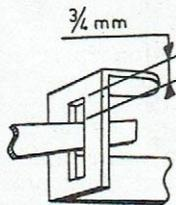

Fig. 6
Placer le bouton de commande en position 1 et vérifier que le jeu entre l'extrémité du levier et le haut de l'ouverture rectangulaire soit d'environ 0,75 mm (voir fig. 6).
Aux extrémités des leviers 133 et 134 sont pratiquées des ouvertures dans lesquelles passent les extrémités des leviers de frein 135 et 136 (voir fig. 6). Si, par exemple, dans la position 3 du bouton de commande, le levier gauche 133 est poussé vers le bas par la broche de commutation, le levier de frein droit (135) l'accompagne dans son déplacement.